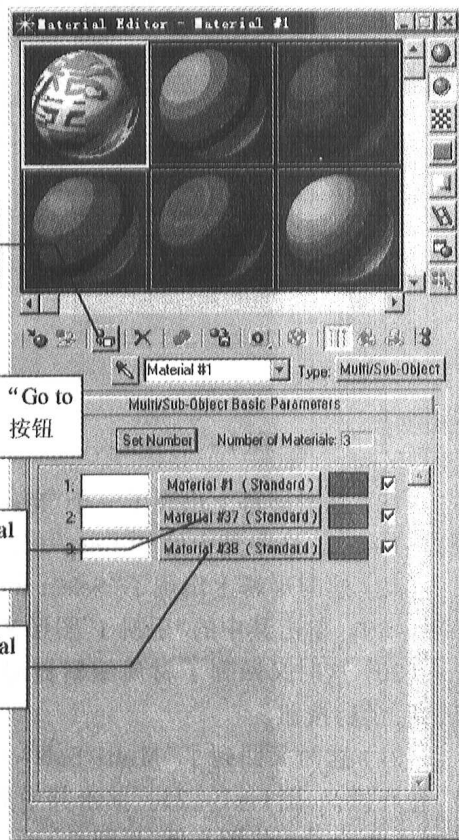

图 1-1-21
(21) 这时又回到了“Multi/Sub-Object Basic Parameters”(多重/子物体材质基本参数)卷展栏,如图 1-1-21。单击其中的“Material # 37”按钮,以同样的方法设置第 2 个子材质的贴图为位图文件“乐凯 2”。
(22) 单击“Material # 38”按钮,如图 1-1-21,以同样的方法设置第 3 个子材质的贴图为位图文件“乐凯 3”。
(23) 单击“Assign Material to Selection”(将材质赋予选择集)按钮,如图1-1-21,将设置好的材质赋予胶卷物体,然后单击对话框右上角的“关闭”按钮,关闭材质编辑器。